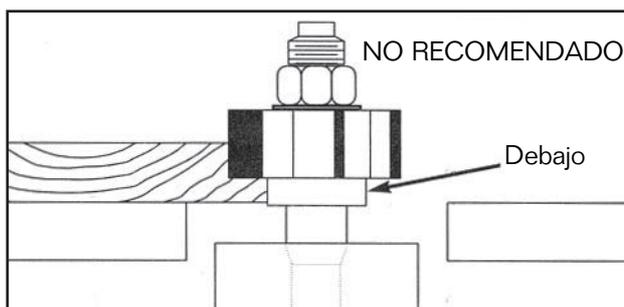

Figura 30. Collar de roce colocado debajo del cortador
3. **DEBAJO DE LOS CORTADORES** como se muestra en la Figura 30. Este ajuste permitirá que el corte sea supervisado por el operador; sin embargo, este ajuste es el más peligroso. Cualquier ligero levantamiento de la pieza de trabajo provocará que el cortador haga un corte muy profundo. También aumenta el riesgo de golpeteo.